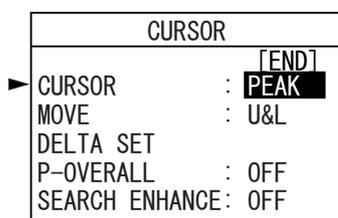

図 21
- ③ 「PEAK」にジョグカーソルを合わせ、SELECT スイッチを押し「CURSOR」ページで「CURSOR : PEAK」と表示されます。(図 21 参照)
- ① メニューアイテムの【CURSOR】にジョグカーソルを合わせ、SELECT スイッチを押し「CURSOR」ページを開きます。(図 21 参照)